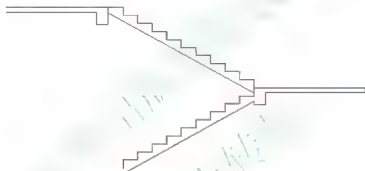

图 4.108 偏移平台线并修整梯段
(5) 将平台板线向下偏移 100mm，然后修整图形，结果如图 4.108 所示。